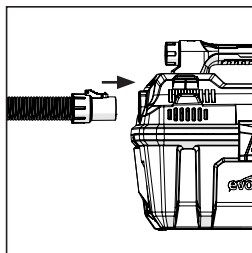

FIG. 5
- Introduzca un extremo de la manguera en el puerto de soplado. (Fig. 5)